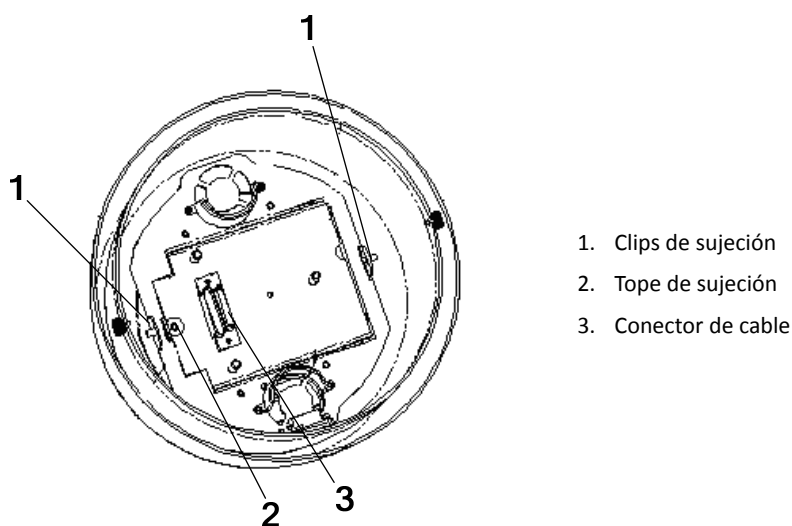

Figura 1.2.9 Placa de conexiones de la caja trasera
2. Abra la cúpula, presione los clips laterales hacia la caja trasera, retire el domo. Quite el protector de polietileno y la etiqueta adhesiva. Vea figura 1.2.9.